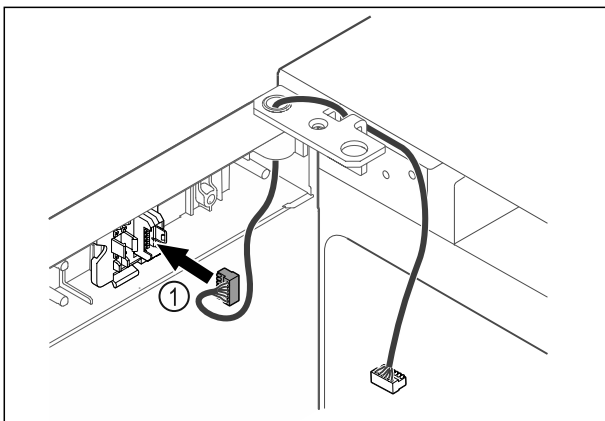

Fig. 37
- Stecker Fig. 37 (1) in Steckerhalterung einstecken.